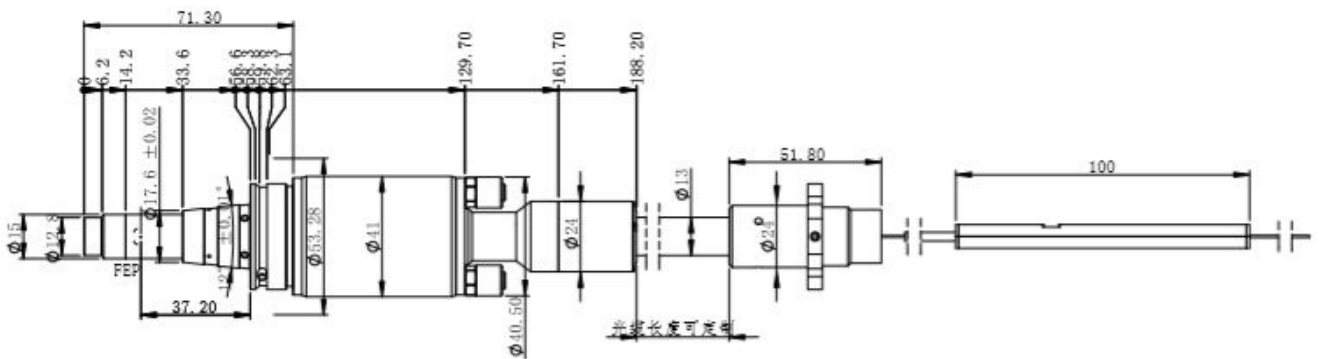

图 8 RFL-QD 输出光缆头外形尺寸图（供 8kW/10kW/12kW/15kW 使用）
RFL-C8000XZ/RFL-C10000XZ/RFL-C12000XZ (XC)/RFL-C12000TZ (TC)/RFL-C15000TZ 激光器使用 RFL-QD 输出光缆，其外形尺寸如图 8 所示；